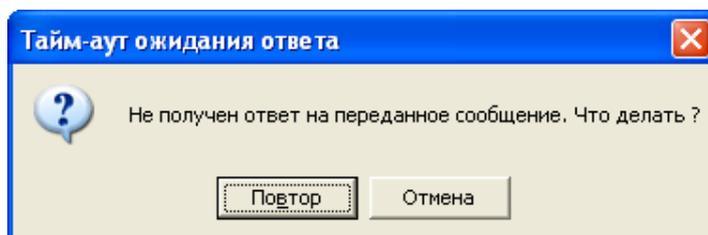

Рисунок 2.77
Если запись не производится и появилось окно ожидания (рисунок 2.77), нажмите клавишу «Отмена» и проверьте правильность выбора COM-порта;
з) при появлении окна (рисунок 2.77) во время записи или стирания ЭК, для продолжения процесса, произведите следующие действия:
- 3) нажмите клавишу «Повтор» (рисунок 2.77);
- в случае появления в процессе работы окна «Тайм-аут ожидания ответа» (рисунок 2.77) повторите действия согласно 2.3.5.5 з).